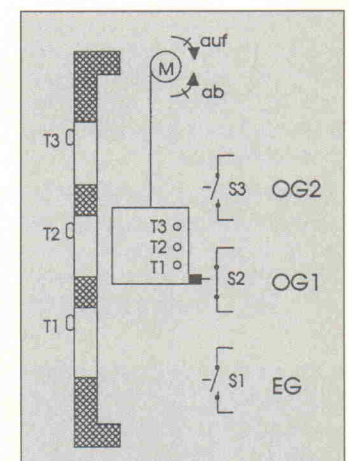

Bild 1. Man kann den türlosen Aufzug über drei Taster t1...t3 rufen und steuern. Die Kontakte s1...s3 schließen, wenn das jeweilige Stockwerk erreicht ist.
Beim Aufzug handelt es sich um eine Art Paternoster, also ein türloses Modell. Er bedient die drei Stockwerke Erdgeschoß (EG), 1. Etage (OG1) und 2. Etage (OG2) und wird mit denselben Tasten gerufen wie gefahren. Eine Aufzugsanforderung wird nicht zwischengespeichert – befindet sich gerade jemand auf dem Weg zwischen den Stockwerken, muß man erneut aufs Knöpfchen drücken. Bild 1 zeigt eine Skizze des Aufzugsmodells, Bild 2 ist das Zustandsdiagramm der Steuerung und den AHDL-Source-File 'Aufzugssteuerung' findet man im nebenstehenden Kasten.